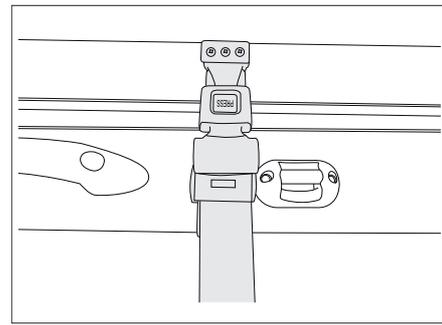

Bild 130 Sicherungsgurt Hubbett manuell
- Das Hubbett mit dem Sicherungsgurt am Dach sichern (Bild 130).